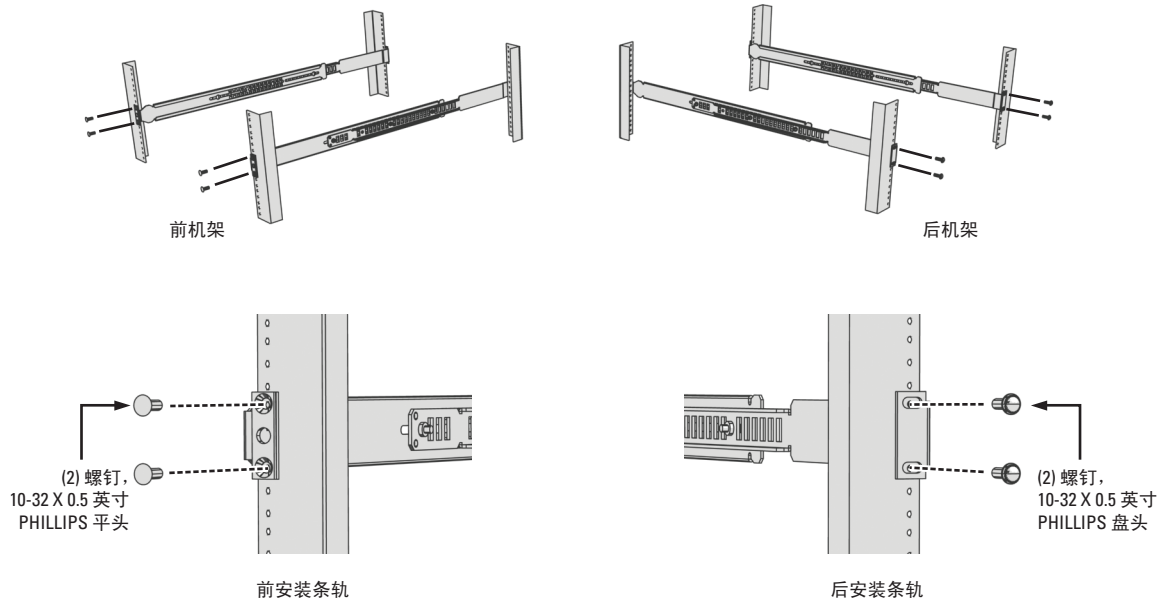

图 9. 支撑条轨的安装
6. 将一个支撑条轨组件安装到设备机架上所需位置（请参见图 9）：